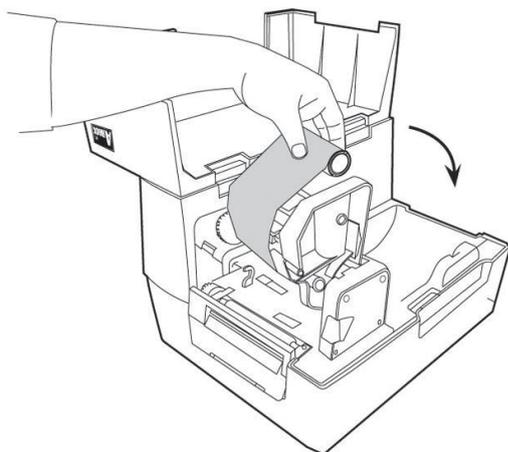
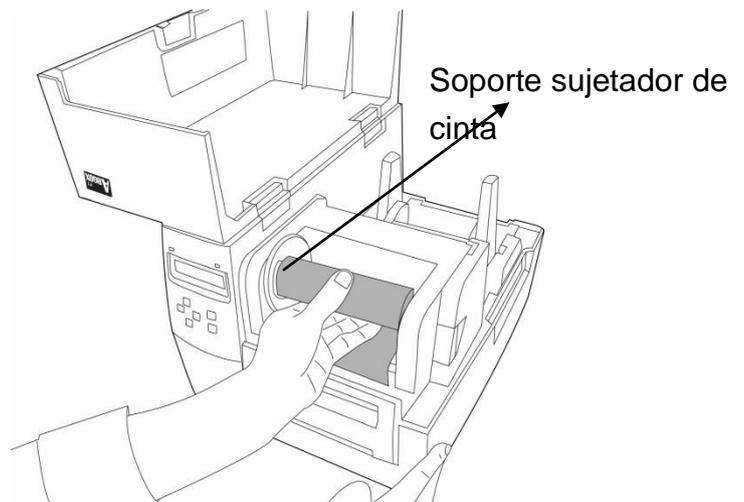

Figura 7-1
Figura 7-2
67. Coloque el módulo del cabezal de impresión e inserte el núcleo vacío en el soporte sujetador. (Figura 7-1) Ajuste primero el lado derecho y luego el lado izquierdo. (Figura 7-2)